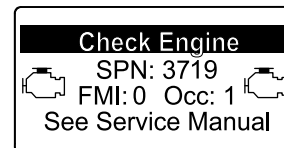

Figura 57
- Se è necessaria una rigenerazione di recupero, viene visualizzata un'avvertenza motore nell'InfoCenter SPN 3719, FMI 16 (Figura 57) e il computer riduce la potenza del motore all'85%.